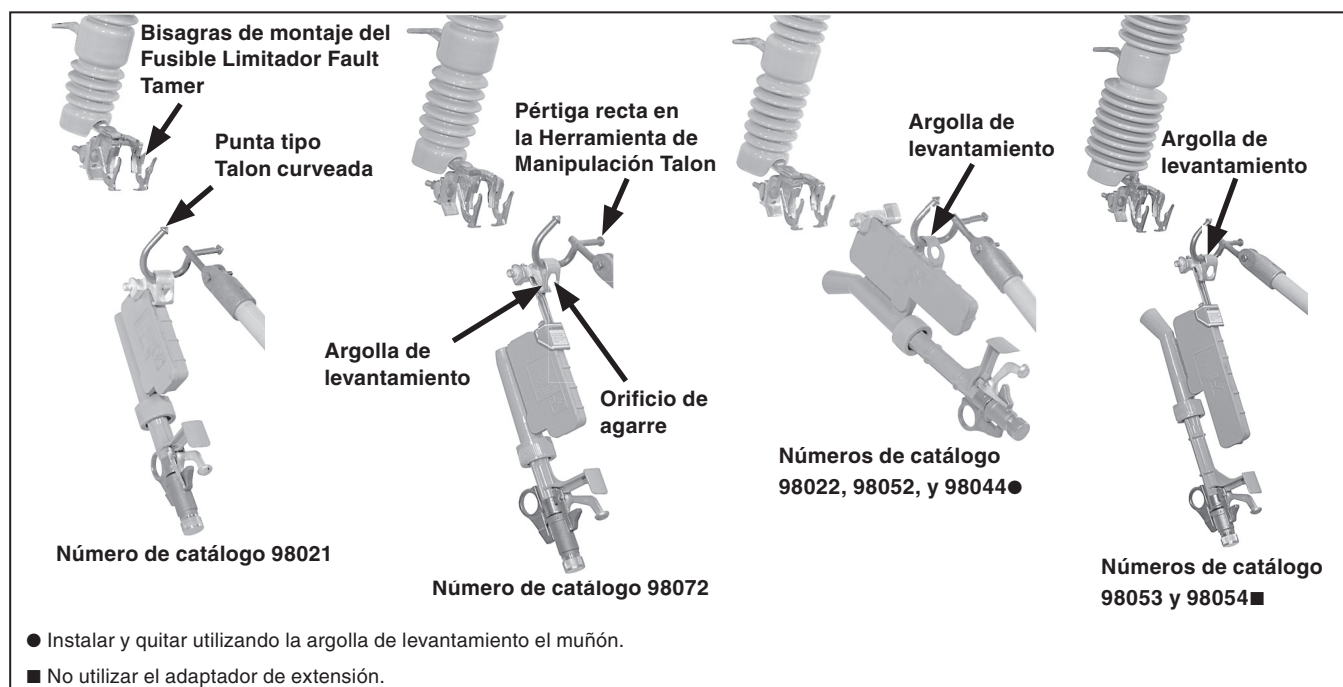

Figura 7. Instalación del Fusible Limitador Fault Tamer en el montaje.
PASO 1. Cuando un Fusible Limitador Fault Tamer se funde, éste se balancea hacia la posición de **Abierto**. Quítelo del montaje utilizando una pértiga universal que esté equipada con un herramienta de manipulación adecuado, como por ejemplo, la Herramienta de Manipulación Talon™ de S&C o una pértiga de distribución. Ver Figura 7 en la página 13.
- PASO 1.** Inserte la punta curvada de la Herramienta Talon para Manipulación de Fusibles o una pértiga de distribución en la abertura de la argolla de levantamiento. Ver Figura 7. O, como alternativa, inserte la pértiga recta en la Herramienta Talon o una pértiga de distribución en el orificio de agarre en el muñón. Para algunos Fusibles Limitadores Fault Tamer, la argolla de levantamiento está ubicada en el muñón. Para otros modelos, la argolla de levantamiento está moldeada en el limitador de respaldo.
- PASO 2.** Guíe el Fusible Limitador Fault Tamer hacia la bisagra del montaje tal y como se muestra en la Figura 7. Luego, desenganche la pértiga de distribución. Si se utiliza una herramienta Talon, gire la pértiga universal 180° en sentido contrario a las agujas del reloj para desengancharla.